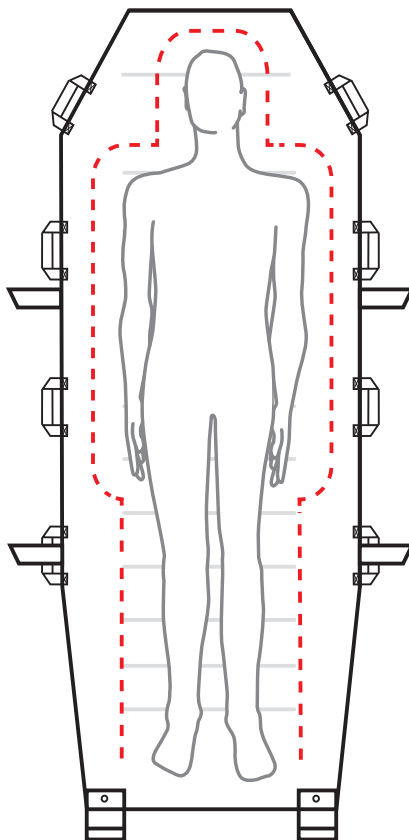

Fig. 6
- Pass på at pasientens kropp IKKE stikker utenfor kantene på *Maxi Air*-madrassen. Hvis føttene stikker utenfor fotenden, må du kontrollere at det er nok plass til forflytningen, se "Fig. 6".